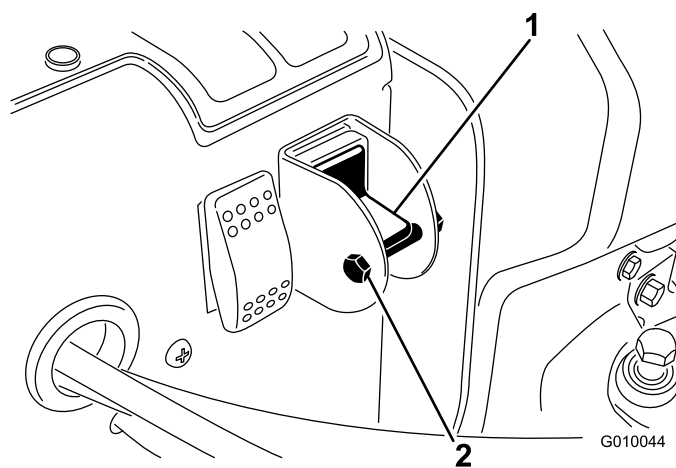

Bild 30
3. Entfernen Sie die Arretierschraube und die Mutter vom Auswahlschalter (Bild 30).